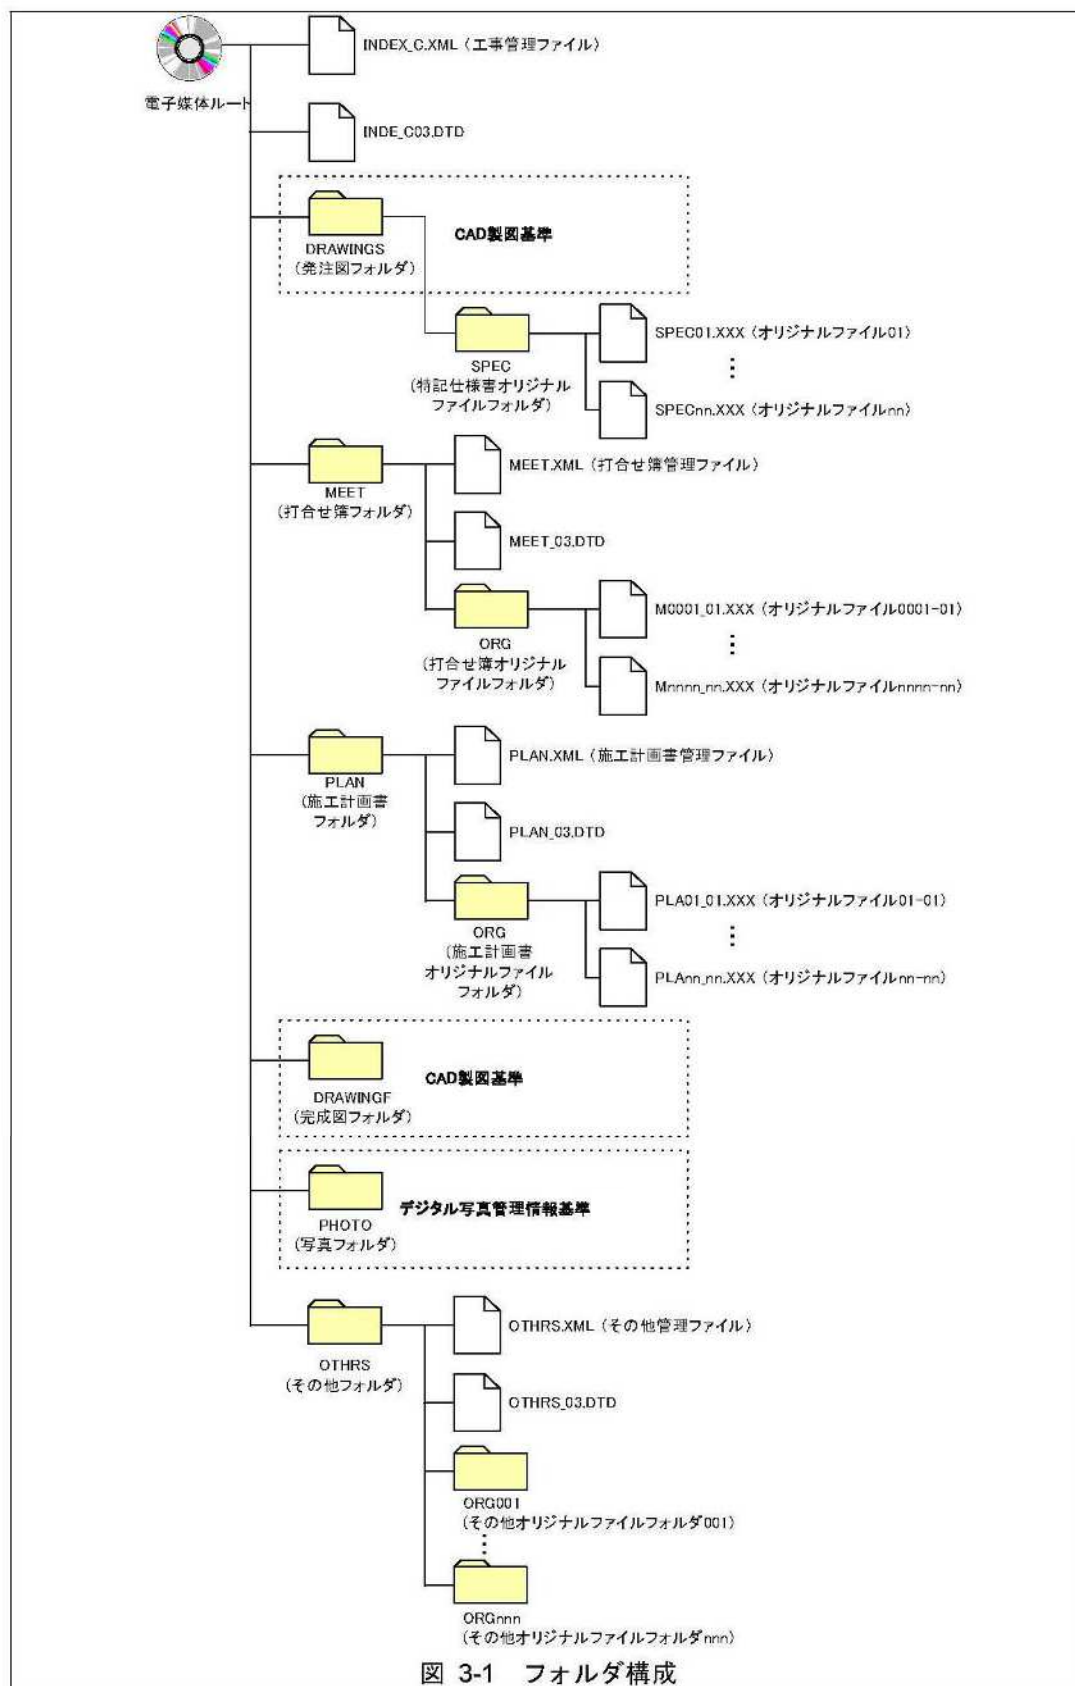

図 3-1 フォルダ構成
電子的手段により引き渡される電子成果品は、図 3-1 に示すフォルダ構成とする。電子媒体のルート直下に「DRAWINGS」、「MEET」、「PLAN」、「DRAWINGF」、「PHOTO」、「OTHRs」のフォルダ及び工事管理ファイルを置く。各管理ファイルを規定する DTD 及び XSL ファイルも該当フォルダに格納する。ただし、XSL ファイルの格納は任意とする。「MEET」、「PLAN」、「OTHRs」フォルダの下に「ORG」サブフォルダを置く。格納する電子データファイルがないフォルダは作成しなくてもよい。
- 図 3-1 のフォルダの順番は、例示であり、表示の順番はこれによるものではない。